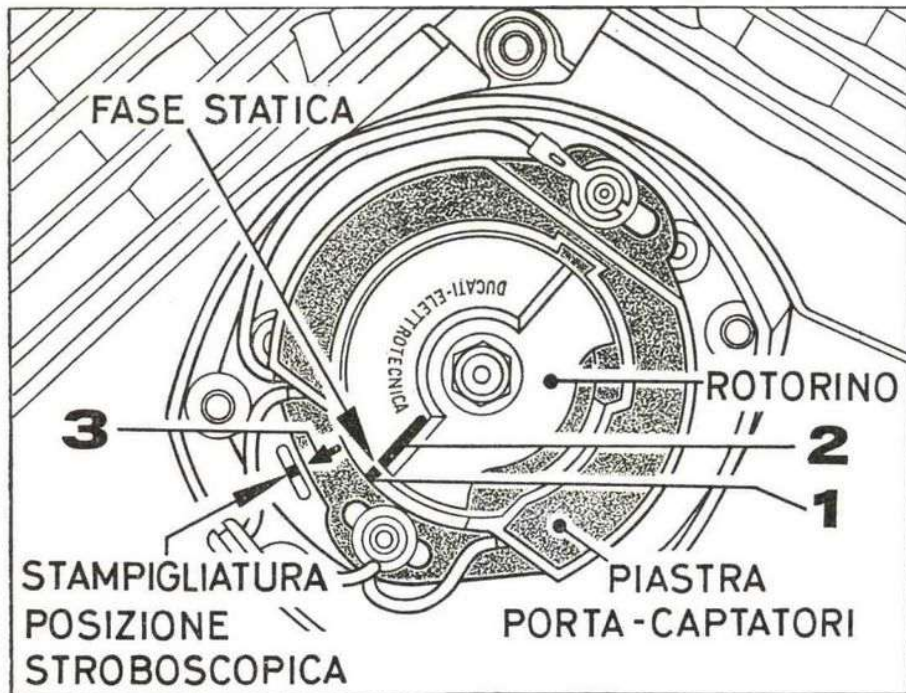

Fig. 14
- 3 - Controllare con la luce della pistola stroboscopica la fase dei riferimenti sul volano (fig. 15). Qualora la freccia sul volano non corrisponda alla tacca sul carter agire sulla piastrina porta captatori con piccoli spostamenti (fig. 14).
- 4 - Ad azzeramento avvenuto, stampigliare sulla tacca del coperchio in direzione della freccia (punto 3) posta sulla piastrina captatori, il nuovo riferimento (fig. 14).
2 - Agire sulla piastra porta captatori ruotandola fino a porre la tacca sulla piastra (punto 1) in corrispondenza di quella sul rotorino (punto 2) (fig. 14) poi fissare la piastra.